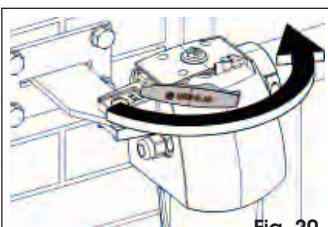

Fig. 20
2. Fermer le levier de déverrouillage (Fig. 20).